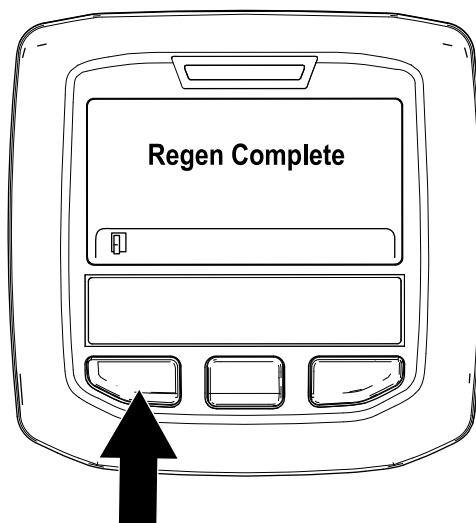

Figura 53
- A regeneração em estacionamento está concluída quando a mensagem “Regen Complete” (Regen. completa) surge no InfoCenter. Prima o botão esquerdo para sair para o ecrã inicial (Figura 53).